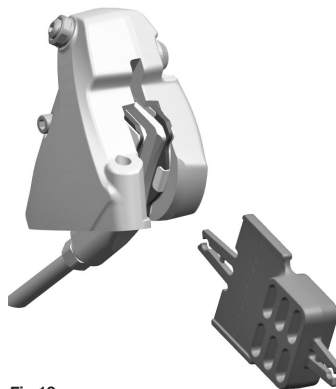
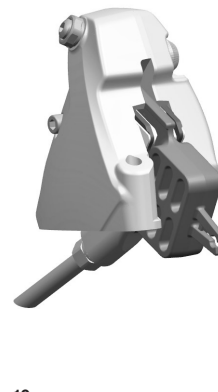

Fig.18
Fig.19
• Si les roues du vélo doivent être démontées, s'assurer d'avoir inséré l'outil pour le transport (Fig. 18 / Fig. 19) qui empêche, en cas d'actionnement accidentel des leviers de frein, le rapprochement des plaquettes de frein et donc l'impossibilité d'insérer le disque.